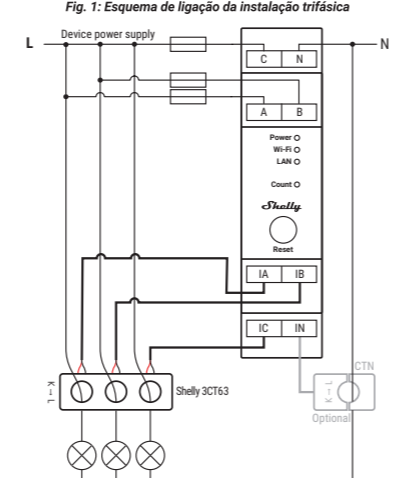

Fig. 2: Esquema eléctrico para instalação monofásica
Para uma configuração monofásica, ligue o cabo de fase (L) a todos os terminais de entrada de fase (A, B e C), como indicado na Fig. 2.